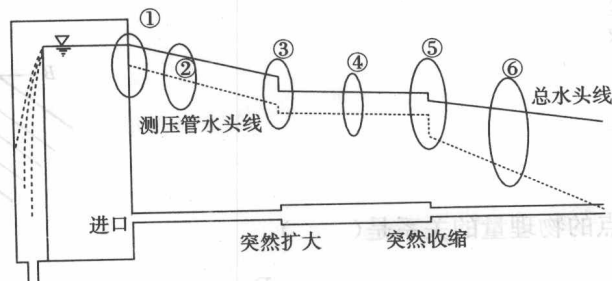

图 10-10
16. 如图 10-10 所示, 水头线有( )处错。
- A. ①②⑥
B. ②④⑥
C. ①③④
D. ①②③⑥